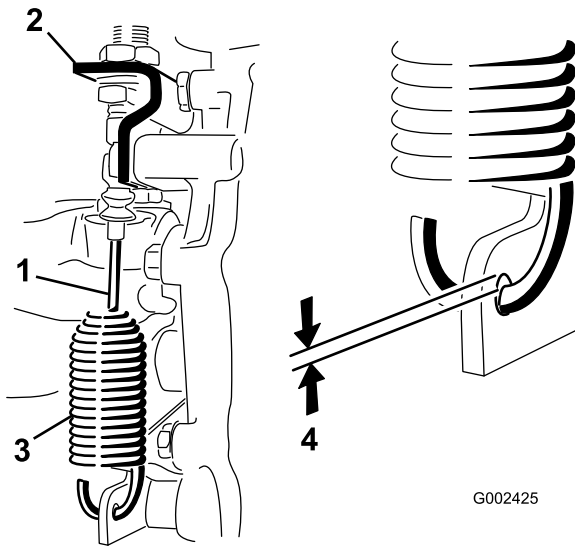

Bild 53
2. Lösen Sie die Klemmmuttern, mit denen das Differenzialsperrkabel am Getriebe befestigt ist (Bild 53).